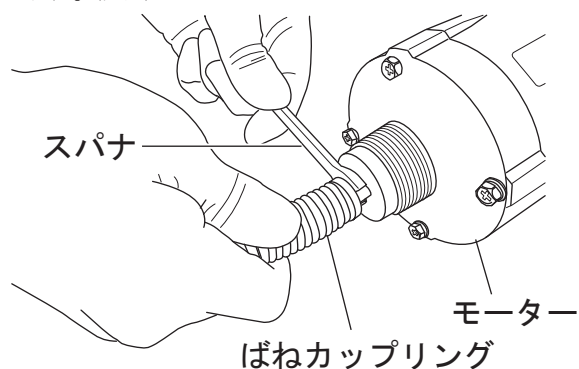

図 4
2. モーターにねじ固定されているばねカップリングを外す。(図4)
1. ばねカップリングをモーターに固定し、ばね部と六角シャフト部にグリースを塗布する。(図4)